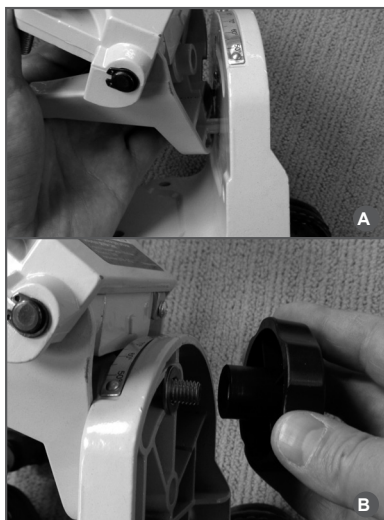

Рис. 2 Сборка рамы
1. Соедините станину и подвижную часть станка и закрепите их болтом и гайкой (Рис. 2).